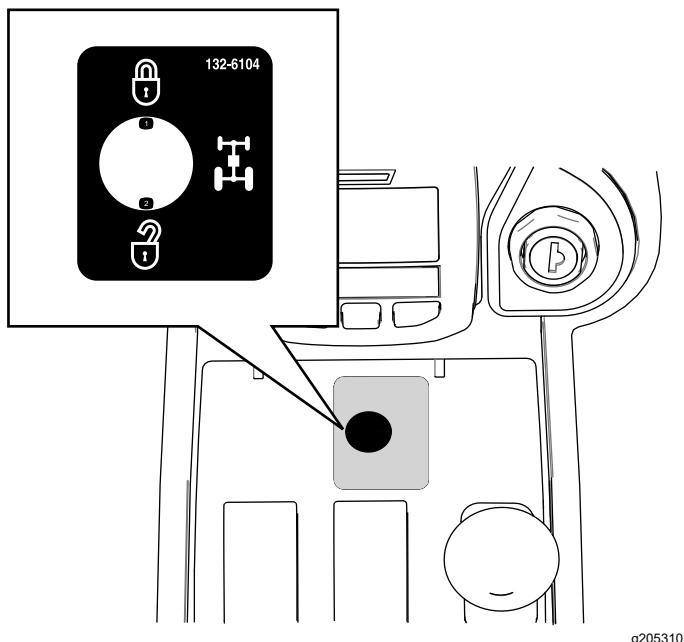

図 16
2. 穴の上から 4WD 機能説明デカルを貼り付ける図 16。